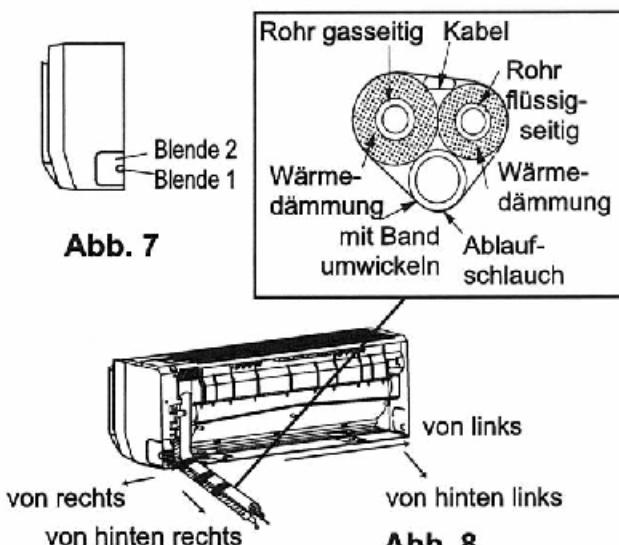

Abb. 8
- Die Rohre anschließen, Rohre, Ablaufschlauch und Kabel mit Isolierband umhüllen und durchs Loch ziehen (siehe Abb. 8).